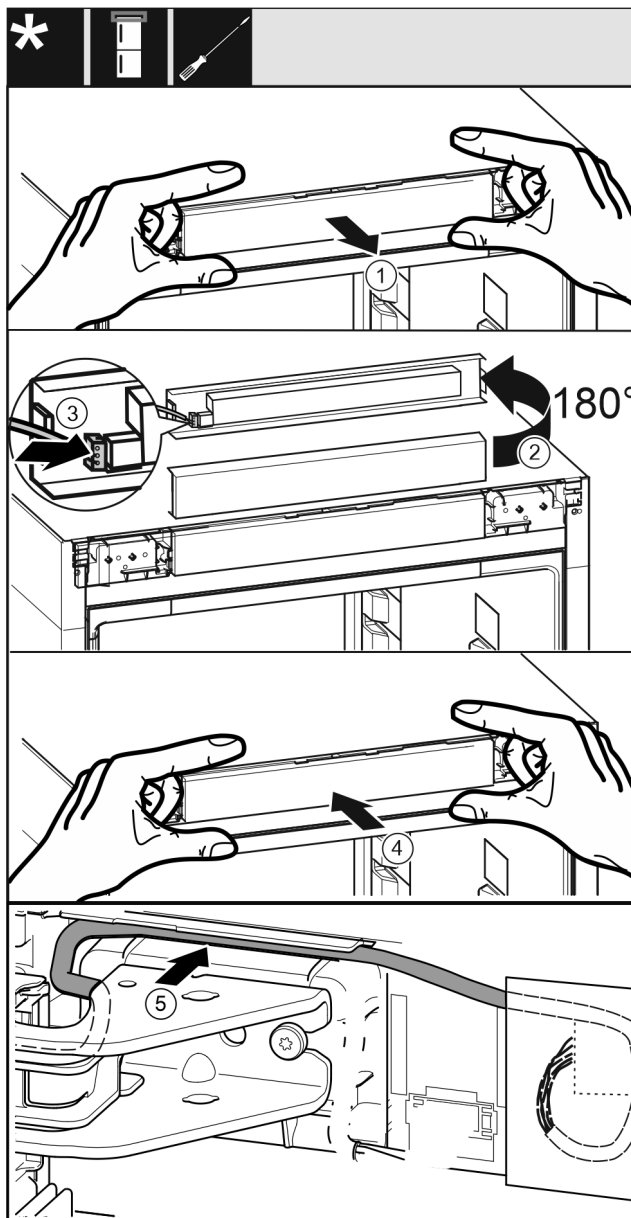

Fig. 43
- ▶ Tag betjeningsafdækningen forsigtigt ud. Fig. 43 (1)
- ▶ Drej afdækningen 180° op. Fig. 43 (2)
- ▶ Sæt stikket i afdækningen til betjeningsdelen. Fig. 43 (3)
- ▶ Sæt betjeningsafdækningen på apparatet igen. Fig. 43 (4)
- ▶ Anbring forsigtigt det grå kabel i føringen over den øverste hængselkonsol. Fig. 43 (5)